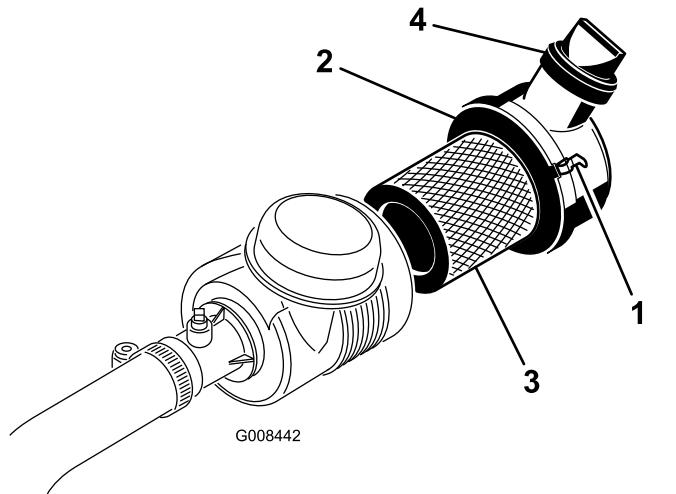

図 32
- エアクリーナーのカバーをボディーに固定しているラッチを外す(図 32)。
- カバーとボディがラッチで確実に固定されていることを確認する図 32。